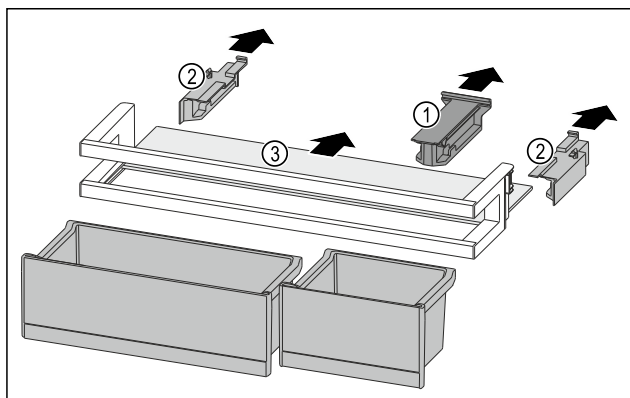

Fig. 127
- ▶ Zdjąć element trzymający Fig. 127 (1).
- ▶ Zdjąć elementy boczne Fig. 127 (2).
- ▶ Wyjąć półkę Fig. 127 (3).